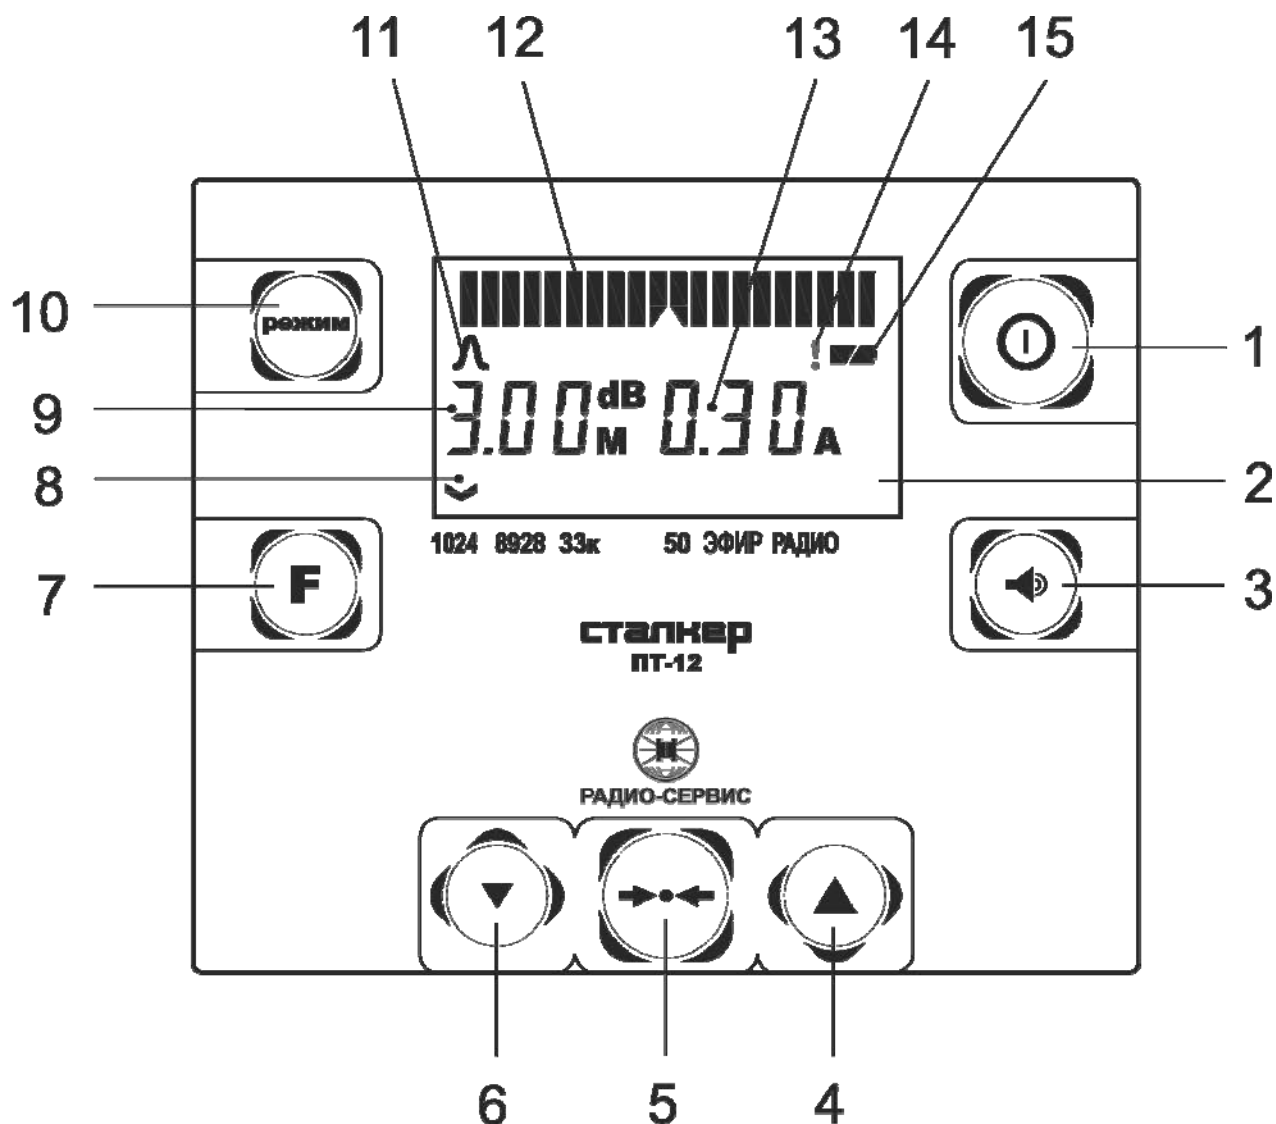

Рисунок 1.4.2 – Передняя панель приёмника
2.2.1 Включение и выключение приемника осуществляется нажатиями кнопки « $\textcircled{1}$ » (см. рисунок 1.4.2, поз. 1). После включения на индикаторе в течение 2 секунд
Далее во время работы приемника уровень напряжения питания отображается в виде символа «Батарея» (см. рисунок 1.4.2, поз. 15): «полная батарея» – аккумулятор полностью заряжен, «половина батареи» – аккумулятор частично разряжен. При снижении напряжения питания ниже 5,8 В, символ батареи начинает мигать.
Процесс заряда аккумулятора отображается заполнением шкалы уровня сигнала (см. рисунок 1.4.2, поз. 12) на индикаторе. По завершению зарядки шкала горит постоянно.
Находясь над осью трассы следует нажать кнопку « $\rightarrow \bullet \leftarrow$ », при этом на линейной шкале отобразится  $15 \pm 1$  деление. Затем однократно нажмите на кнопку увеличения усиления (поз. 4 рис.1.4.2), чем будет увеличено усиление приемника на